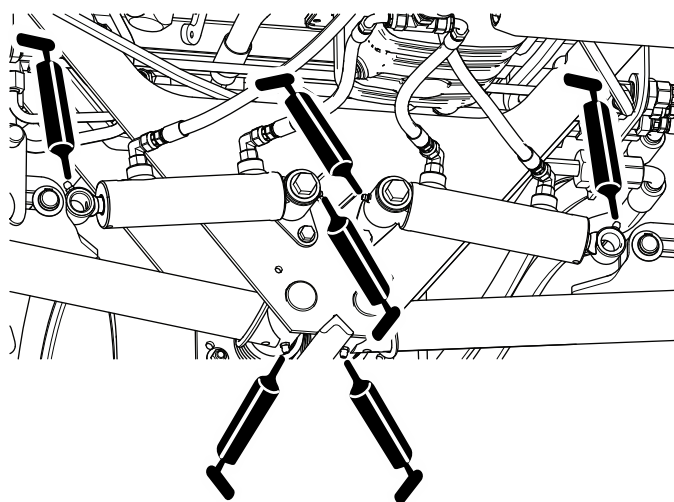

Рисунок 50
- Цилиндры поворота и подъема задних подъемных рычагов (по 4 шт.); см. (Рисунок 50)